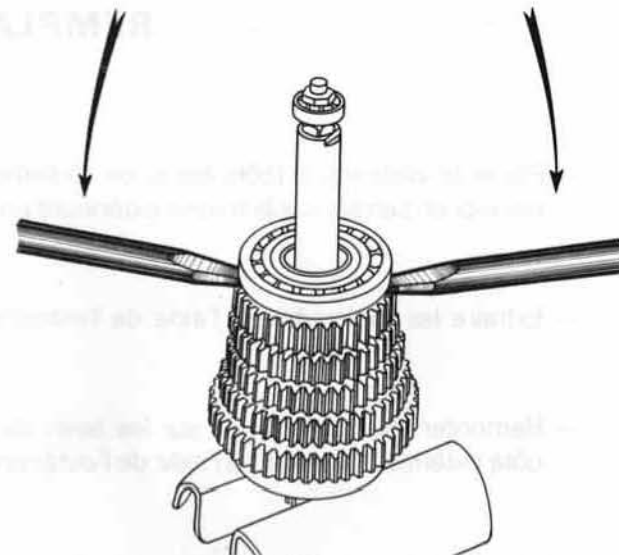

FIG 3
- Extraire le roulement (monté libre côté opposé au verrouillage) en faisant levier avec deux lames de tournevis (fig. 3).